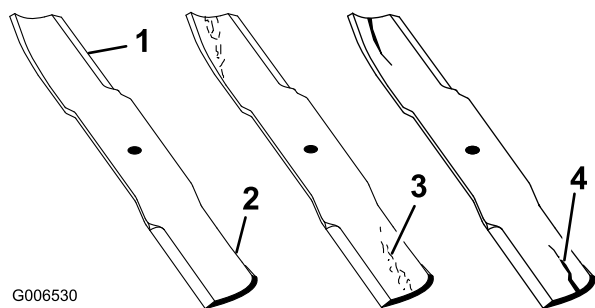

Figure 101
2. Examinez attentivement les tranchants de la lame, particulièrement au point de rencontre des parties plane et relevée (Figure 101). Le sable et les matières abrasives peuvent éroder le métal à cet endroit, c'est pourquoi il est important de contrôler l'état de la lame avant d'utiliser la tondeuse. Remplacez la lame si elle vous semble usée (Figure 101).
Si la lame est trop usée, une entaille se forme entre la partie relevée et la partie plane (Figure 101). La lame risque alors de se briser et un morceau peut alors être projeté du dessous de la machine, vous blessant gravement ou une personne à proximité.